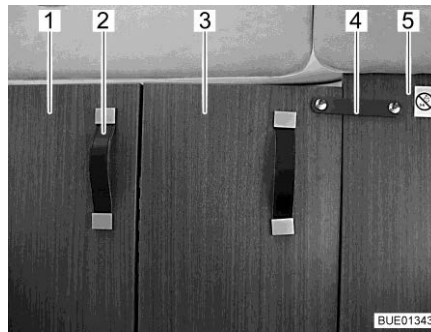

Bild 54 Fahrerhausabtrennung, geschlossen
- Fahrerhausabtrennung (Bild 54,1) am Griffband (Bild 54,2) ganz nach innen ziehen.
- Den klappbaren Teil der Fahrerhausabtrennung (Bild 54,3) mit dem Sicherungsband (Bild 54,4) an der festen Zwischenwand (Bild 54,5) hinter dem Beifahrersitz befestigen.